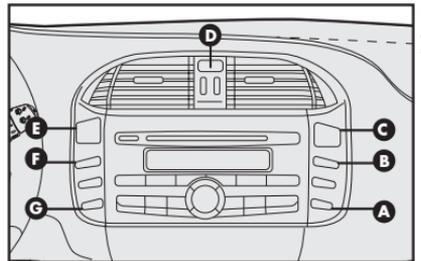

fig. 68
Botão com indicação de função ativada no quadro de instrumentos para ligar e desligar os faróis auxiliares. Só funciona a partir do acionamento das luzes externas de posição. Os faróis auxiliares são desligados cada vez que a chave de ignição for desligada. Para ligá-lo novamente é necessário pressionar o botão **A-fig. 68**.
Botão com indicação de função para ligar e desligar as luzes de emergência. Acendem-se apertando levemente o botão **D-fig. 68**, independente da posição da chave de ignição. Com o dispositivo ligado, os indicadores  $\leftarrow \rightarrow$ , no quadro de instrumentos iluminam-se de modo intermitente.
**A luz de emergência só deve ser acionada pressionando o botão D-fig. 68 com o veículo parado; nunca em movimento.**